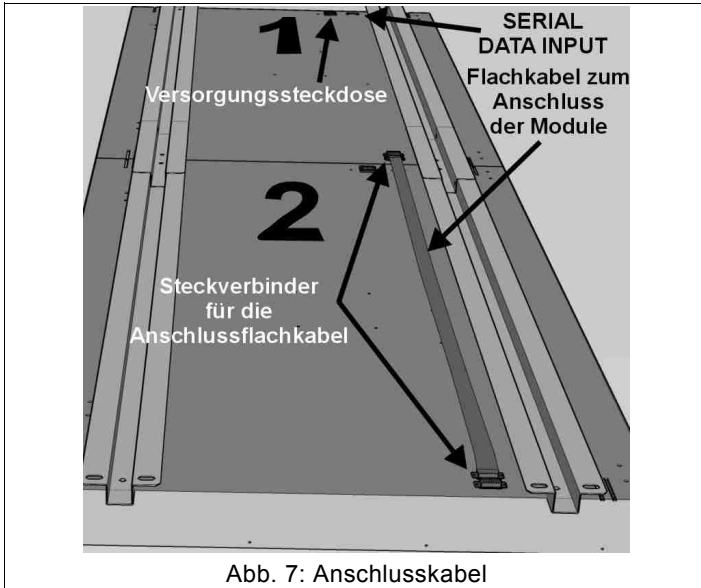
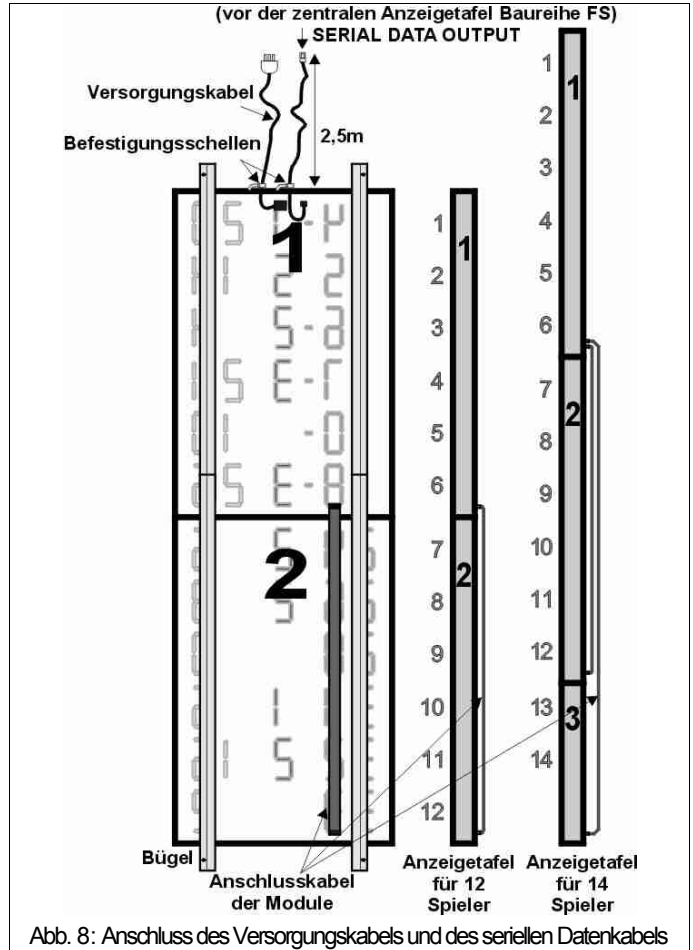

Abb. 7: Anschlusskabel
Abb. 8: Anschluss des Versorgungskabels und des seriellen Datenkabels
Nach Verbindung der verschiedenen Module einer Anzeigetafel mit den Bügeln können Sie mit dem elektrischen Anschluss derselben beginnen. Auf der Rückseite der Anzeigetafelmodule sind die folgenden Verbindungen vorgesehen (Abb. 7):
1. Mittels der entsprechenden Flachkabel das obere Modul an jedes der anderen Module der Anzeigetafel anschließen (Abb. 7, Abb. 8).
2. Das Versorgungskabel in die entsprechende Steckdose stecken und das andere Kabelende mit der entsprechenden Schelle am oberen Bereich der Anzeigetafel befestigen (Abb. 8), damit der Versorgungsstecker über der Anzeigetafel zugänglich ist, wenn diese an der Wand befestigt wird.
3. Für jede Fouls/Punkte-Anzeigetafel wird ein 3m langes Kabel mitgeliefert, welches in den Steckverbinder "SERIAL DATA INPUT" gesteckt werden muss. 2,5 m der Kabellänge frei laufen lassen und das Kabel dann über der Anzeigetafel mit der entsprechenden Schelle befestigen (Abb. 8). Auf diese Weise kann das serielle Datenkabel nach erfolgter Wandbefestigung leichter angeschlossen werden.